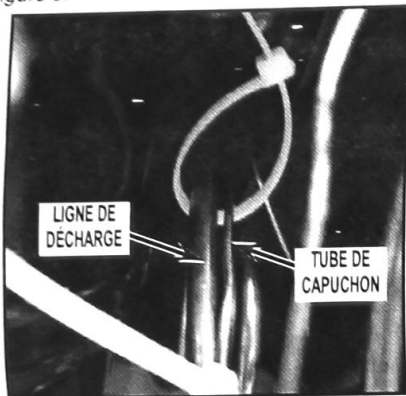

FIGURE 5
- Diriger le tube de capuchon additionnel vers la ligne de décharge et les former sur de la ligne. Utiliser deux des attaches autobloquantes en nylon fournis dans la trousse et attacher le tube de capuchon à la ligne de décharge. Espacer les attaches d'environ 3 1/2" l'une de l'autre. Serrer les attaches autobloquantes et le tube de capuchon à la ligne de décharge. Voir Figure 5.